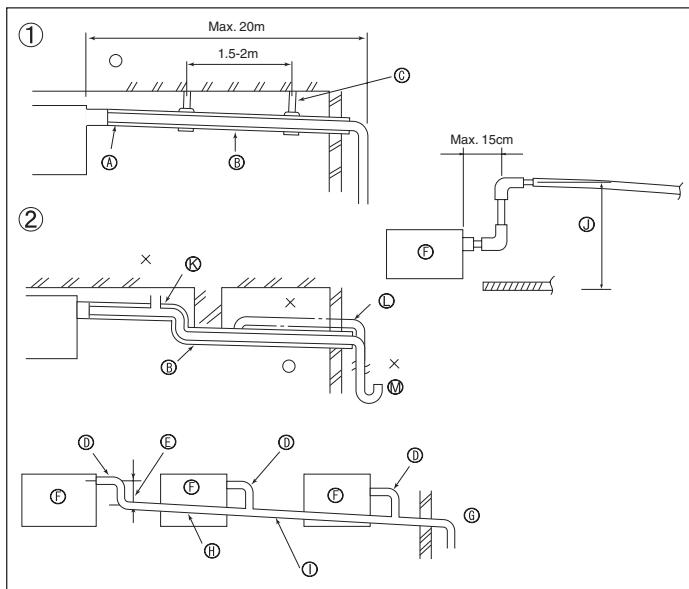
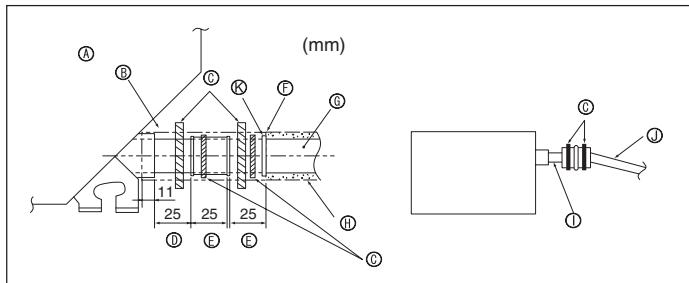

Fig. 5-1
Fig. 5-2
5.1. Installazione della tubazione di drenaggio (Fig. 5-1)
① Tubazione corretta	④ Supporto in metallo
② Tubazione non corretta	⑤ Spurgo dell'aria
③ Materiale isolante (almeno 9 mm)	⑥ Sollevato
- ① Tubo in PVC, O.D. Ø32
- ② Inclinazione (almeno 1 percento)
- ③ Deve essere il più grande possibile
- ④ Tubo in PVC, O.D. Ø38 per tubazioni raggruppate. (materiale isolante di almeno 9 mm)
- ⑤ Sezione interna
- ⑥ Utilizzare tubi di grandi dimensioni in presenza di tubazioni raggruppate
- ⑦ Fino a 85 cm
1. Collegare il manicotto di drenaggio (fornito con l'unità) all'apertura di drenaggio. (Fig. 5-2)